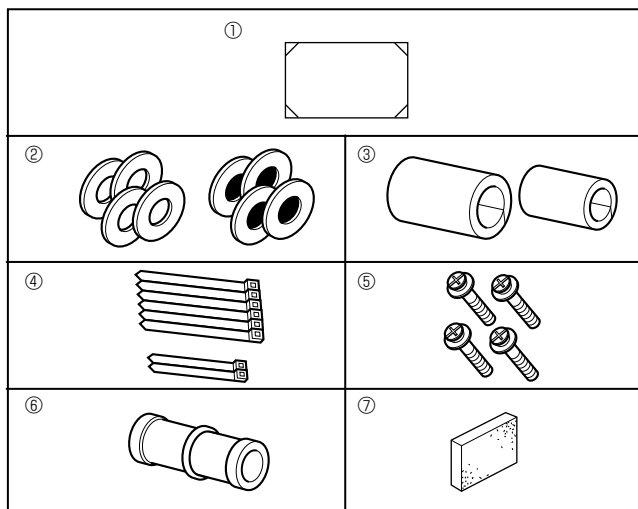

Fig. 2-1
2.1. Controllare gli accessori dell’unità interna (Fig. 2-1)